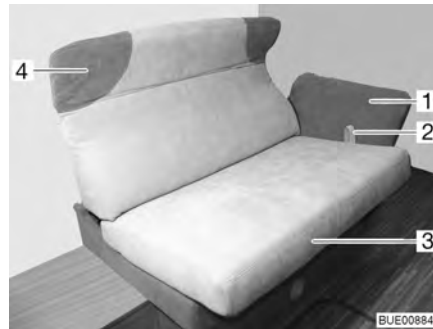

Fig. 78 Réglage de la banquette longitudinale
- Tirer la boucle (Fig. 78,2) vers le haut et le siège (Fig. 78,3) avec précaution vers le milieu sur les rails jusqu'en butée.
- Saisir l'appui-tête rembourré (Fig. 78,4) des deux mains et le placer avec précaution dans la position désirée vers le haut ou le bas.
- Saisir l'accoudoir (Fig. 78,1) des deux mains et le placer avec précaution dans la position désirée vers le bas ou le haut.